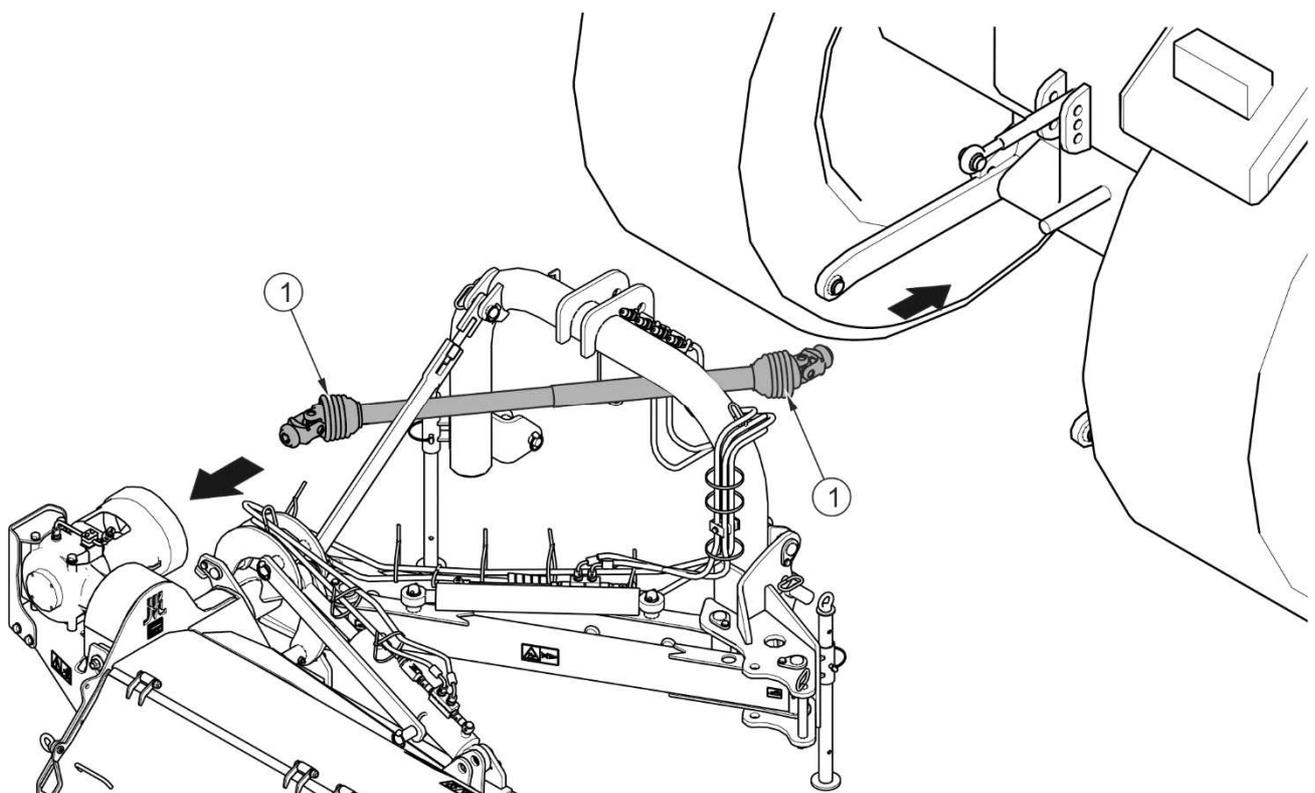

FIGURE 4.7 Connexion de l'arbre articulé-télescopique
Avant la mise en marche de la faucheuse, lire impérativement le contenu des instructions fournies par le fabricant de l'arbre et suivre toutes les recommandations qui y sont contenues. Avant l'attelage au tracteur, vérifier l'état des protections (1) de l'arbre (FIGURE 4.7), l'état des chaînes de protection et leur intégralité ainsi que l'état général de l'arbre.